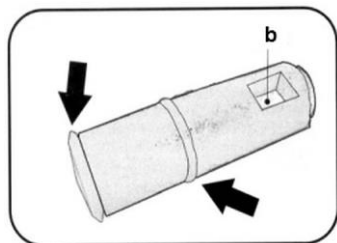
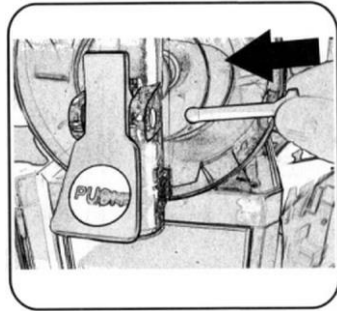

Rys. 38
Rys. 40
1. Przed montażem elementów kurka spustowego zwilżyć wodą uszczelki kurka spustowego (rys. 38) i uszczelki (rys. 40).
3. Podczas wkładania sworznia kurka spustowego upewnić się, że mały otwór (patrz rys. 40) znajduje się dokładnie przed tobą.